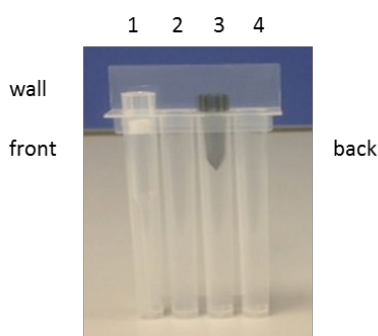

Abbildung 11: Anordnung der Spitzen in der Pipettenspitzen-Kassette
Sicherstellen, dass die Spitze (1) und der Durchstecher (3) wie in der nachfolgenden Abbildung (Abbildung 11) gezeigt platziert sind.